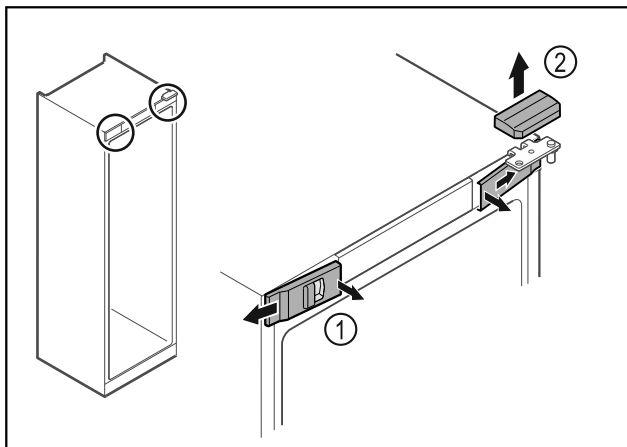

Fig. 7 *
- Deblocaţi apărătorile frontale din interior Fig. 7 (1) şi detaşaţi-le în lateral.*
- Scoateţi în sus Fig. 7 (2) apărătoarea.*